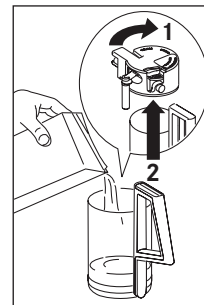

Fig. 30
- ▶ Riempire il contenitore con circa 100 grammi di latte per ogni cappuccino che si vuole preparare (Fig. 30) non superando il livello MAX (corrispondente a 750 ml ca.) impresso sul contenitore. Utilizzare preferibilmente latte totalmente scremato oppure parzialmente scremato a temperatura di frigorifero (circa 5°C).